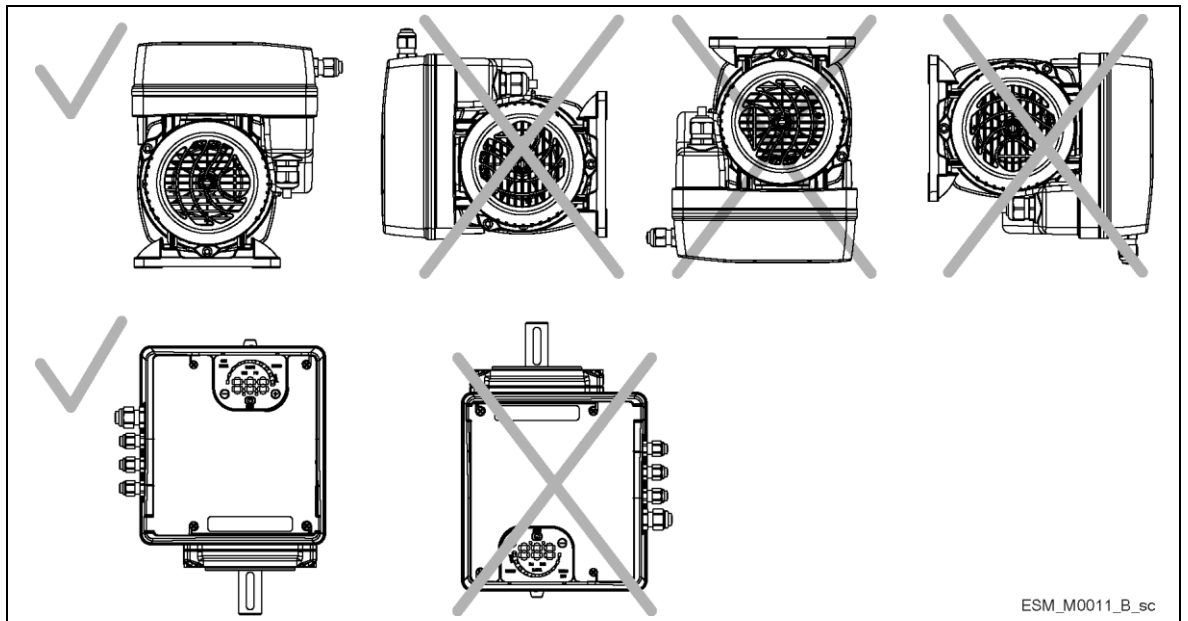

Figura 7: Posiciones permitidas
- Coloque la unidad como se muestra en la Figura 7